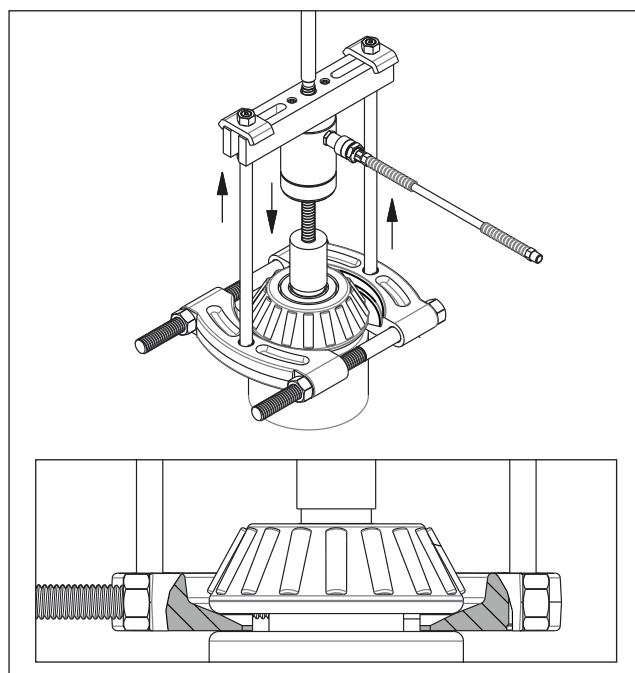

図12: ベアリングセパレーターアタッチメント – 「B」方向（一般的）
ただし、作業スペースが非常に限られている用途の場合は、アタッチメントを図12に示すような「B」の方向に取り付けて、牽引の手順を開始する必要があります。この方向の場合は、各セパレーターの片側のくぼんだ面が、取り外す部品に対して配置されます。
- 取り外すベアリングにプーラーを取り付けます。プーラーのレッグとベアリングカッブプーラーのジョーを調整します。図12を参照してください。